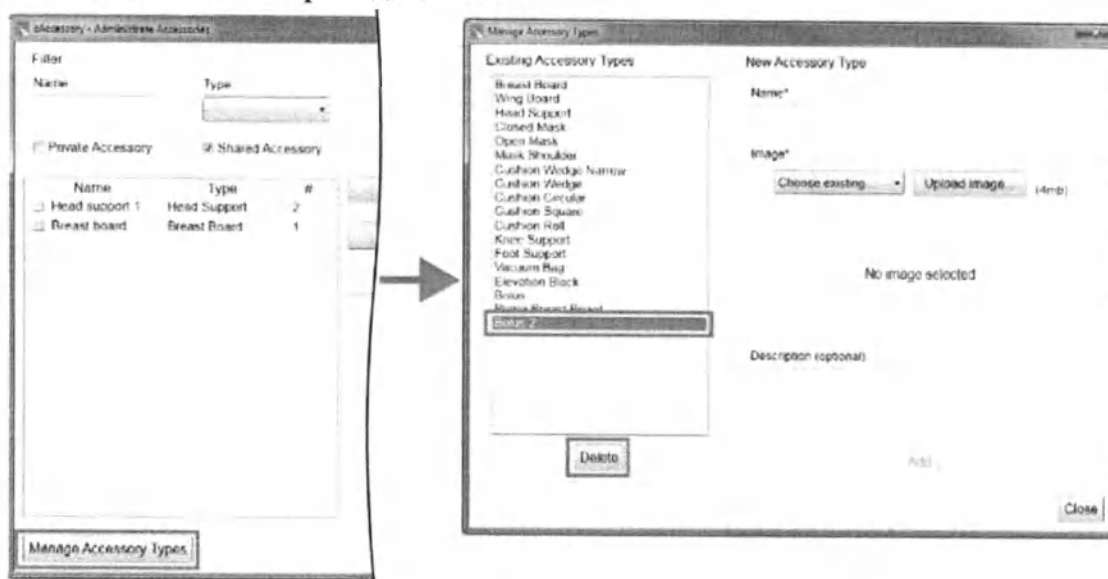

Рисунок 11. Диалоговое окно *Manage Accessory Types* («Управление типами принадлежностей») (удаление пользовательского типа принадлежностей).
2. Нажмите **Manage Accessory Types** («Управление типами принадлежностей»). Откроется диалоговое окно *Manage Accessory Types* («Управление типами принадлежностей») (рисунок 11).